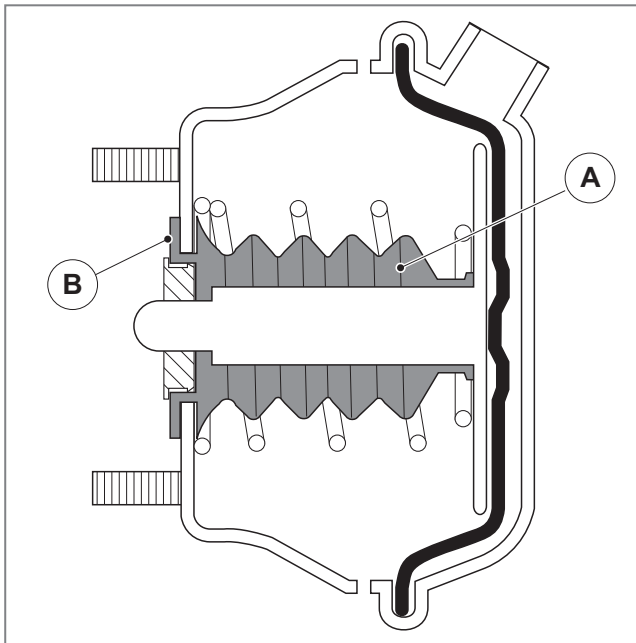

Abb. 27 - Innenansicht des Bremszylinders
11. Am Bremszylinder muss sich an der Pleuellernstange ein innerer Faltenbalg (A) befinden, siehe ► Abb. 27.
13. Überprüfen Sie, ob sich der äußere Dichtungsflansch (B) ordnungsgemäß an Ort und Stelle befindet, intakt und unbeschädigt ist.